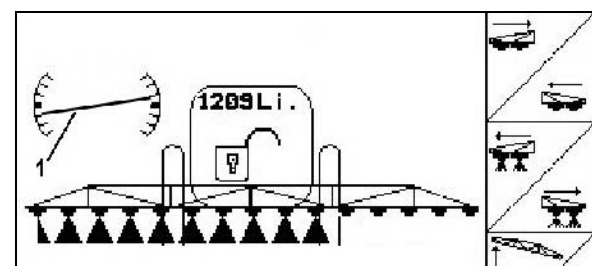

Fig. 87
- Sobre la pantalla el símbolo de ajuste de inclinación (Fig. 87/1) muestra la inclinación reflejada del varillaje de rociado. Ahora está levantado el lado derecho del varillaje de rociado.